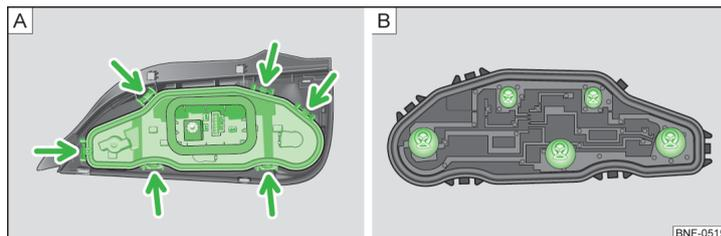

Fig. 136 Remplacement des ampoules
- › Déverrouillez la douille de l'ampoule » fig. 136 - **A** et retirez-la.